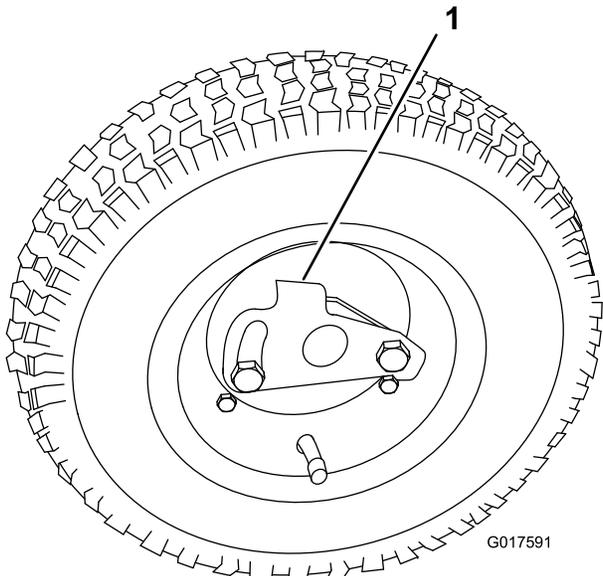

Figura 10
- Gire el clip de retención de la rueda alejándolo del centro de la rueda, dejando que ésta entre más en el eje (Figura 10).